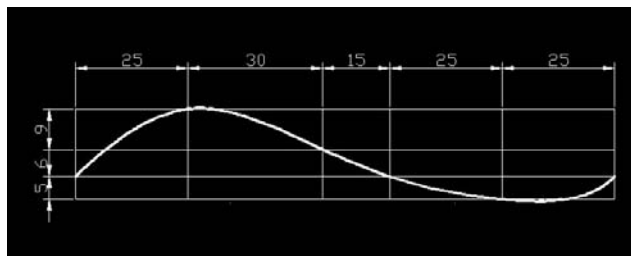

Fig.18.26
- 1 Pour créer le manche du rasoir nous allons utiliser la fonction **Lissage** (Loft). Le chemin est une spline et les coupes des cercles et des ellipses. Pour démarrer, tracez une grille pour définir les points de passage de la spline. Il suffit pour cela de tracer une ligne horizontale et une ligne verticale et d'effectuer les copies par la fonction **Décaler** (Offset). Les dimensions sont renseignées à la figure 18.26.
- 2 Tracez la spline comme indiquée à la figure 18.26. Les tangentes de départ et de fin font un angle de 45° avec l'horizontal.